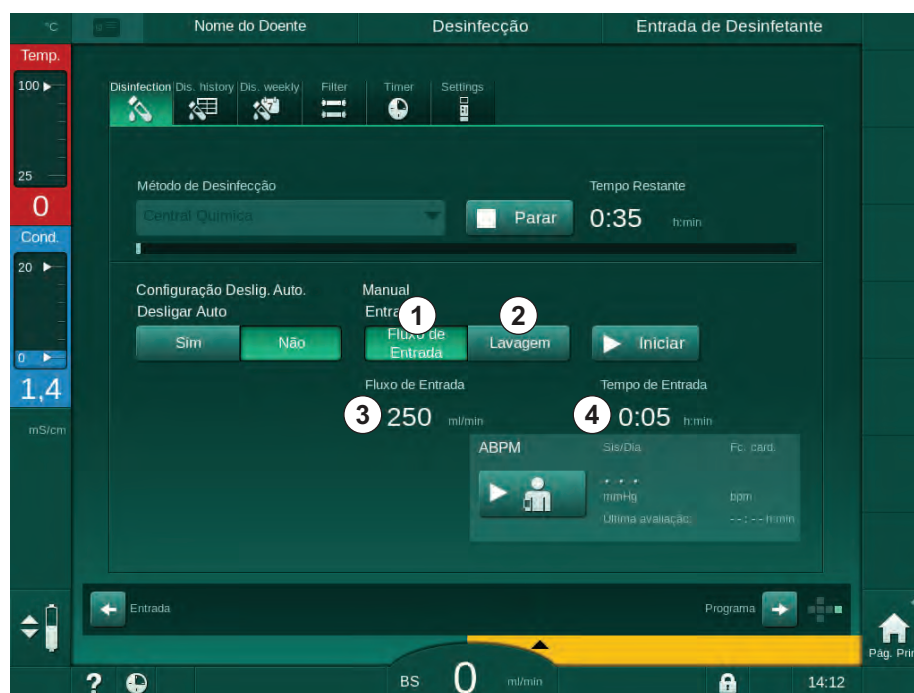

Fig. 7-11 Desinfecção química manual central
Na primeira parte deste método de desinfecção, o desinfetante é removido do fornecimento de água central e bombeado através do equipamento de diálise (Fig. 7-11, ①). O fluxo de entrada ③ e o tempo de entrada ④ são predefinidos no modo *Configurações do Utilizador*. O fornecimento de água é interrompido depois do tempo predefinido terminar.